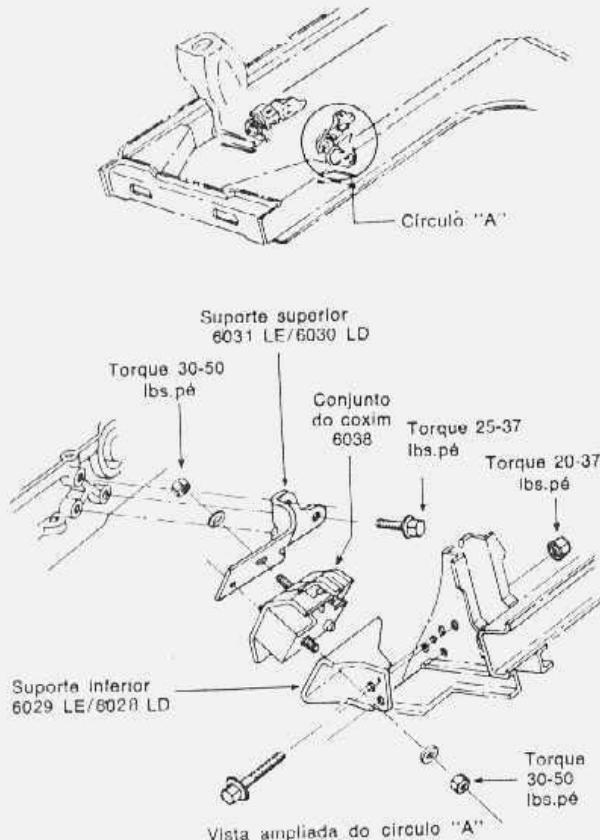

fig. 10 — suportes dianteiros do motor
2. Retirar a porca de fixação da parte inferior do coxim ao suporte no monobloco (fig. 10).
3. Instalar as porcas do prisioneiro inferior e superior, apertando-as ao torque especificado (fig. 10).